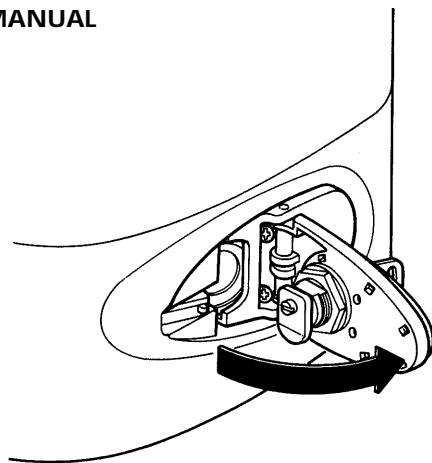

FIG. 3
- 3) Tirare a se la maniglia agendo dapprima sulla chiave stessa fino a portarla perpendicolare al ROBO (Fig. 3).
- 3) Pull out the handle via the key until it is perpendicular to the ROBO (Fig. 3).
- 3) Tirer vers soi la poignée en agissant d'abord sur la clé proprement dite de manière à la placer perpendiculairement au ROBO (Fig. 3).
- 3) Den Griff an dem Schlüssel nach vorne ziehen, bis er senkrecht zu Robo steht (Abbildung 3).
- 3) Tirar hacia sí de la manilla, maniobrando primero con la misma llave hasta colocarla perpendicularmente al ROBO (Fig. 3).